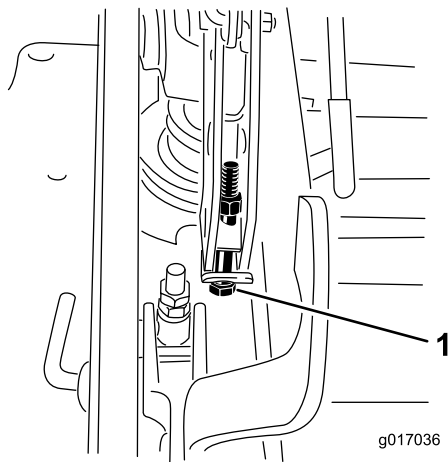

Figure 112
12. Si le tablier est trop bas, serrez le boulon de réglage monopoint dans le sens horaire. Si le tablier est trop haut, desserrez le boulon de réglage monopoint dans le sens antihoraire (Figure 112).